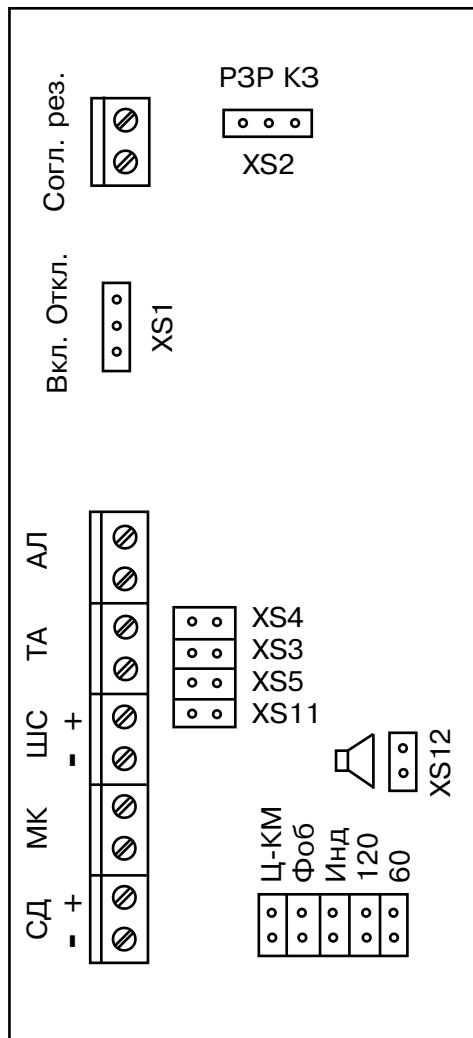

Рис. 2
4.9. Для обеспечения работы прибора совместно с ПЦН "Фобос" к прибору необходимо дополнительно подключить согласующий резистор $12 \text{ кОм} \pm 5\%$ (см. рис.2).
2. Согласующий резистор установите в колодку в соответствии с рис.2.
5.3. Произведите подключение прибора согласно маркировке колодок, приведенной на рис. 2, выполнив следующую последовательность действий: